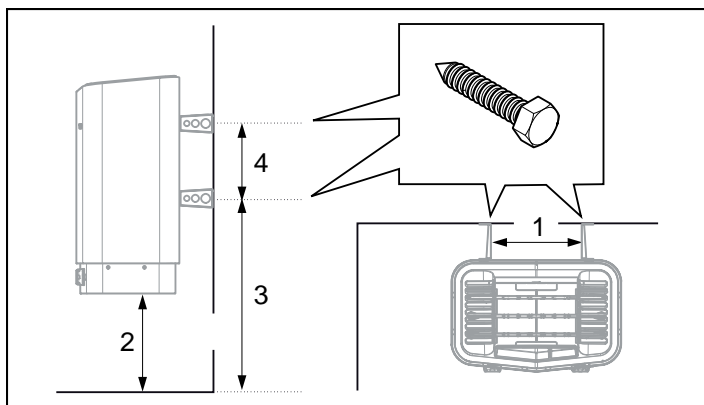

Рисунок 10: Определение размеров
9. Разместите винты кронштейнов согласно указанным размерам, см. рис. 10.